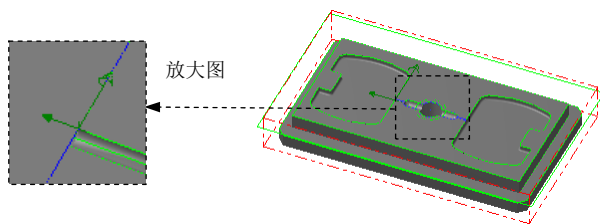

图 20.40 选取加工范围
(2) 单击“刀具路径的曲面选取”对话框的 **Containment boundary** 区域中的  按钮，系统弹出“串联选项”对话框，采用“串联方式”选取图 20.40 所示的边线。单击  按钮，系统返回至“刀具路径的曲面选取”对话框。单击  按钮，系统弹出“曲面残料粗加工”对话框。